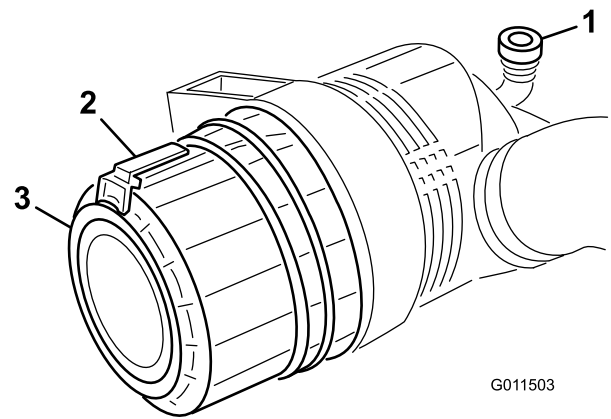

Figura 49
1. Puxe o trinco para fora e rode a cobertura do filtro de ar no sentido contrário ao dos ponteiros do relógio (Figura 49).
7. Instale a tampa orientando a válvula de saída de borracha (Figura 49) para uma posição descendente – entre aprox. 5:00 e 7:00, na perspectiva extremidade. Fixe o trinco.